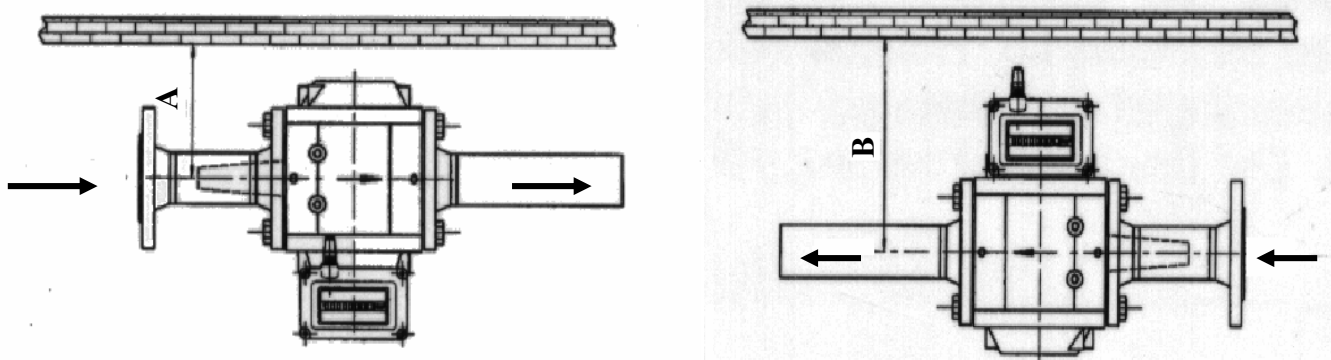

Рисунок 1
3.2.1.11 Минимальное расстояние (А и В) трубопровода от стены в горизонтальной плоскости должно обеспечивать доступ для технического обслуживания счетчика (см.рис.1) Табл. 5.